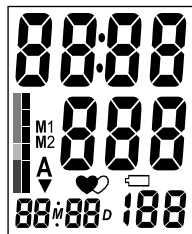

РИС.8
3. На дисплее кратковременно высветятся все символы (рис. 8) и прибор начнет автоматически нагнетать воздух в манжету. Первоначально нагнетание прекратится на уровне 190 мм рт. ст. (рис. 9).